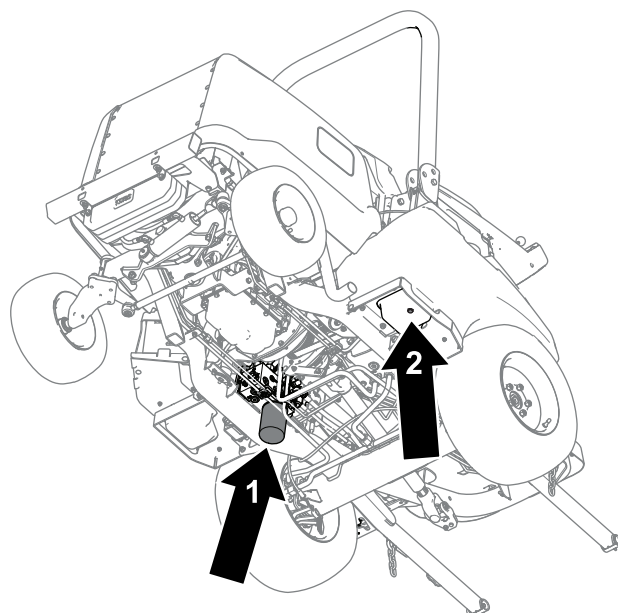

Figura 85
4. Retire el tapón de vaciado (Figura 85) de la parte inferior del depósito y deje que se drene el aceite hidráulico al recipiente.
6. Coloque un recipiente de vaciado debajo del filtro (Figura 85), retire el filtro y deje que se drene el aceite restante en el recipiente.